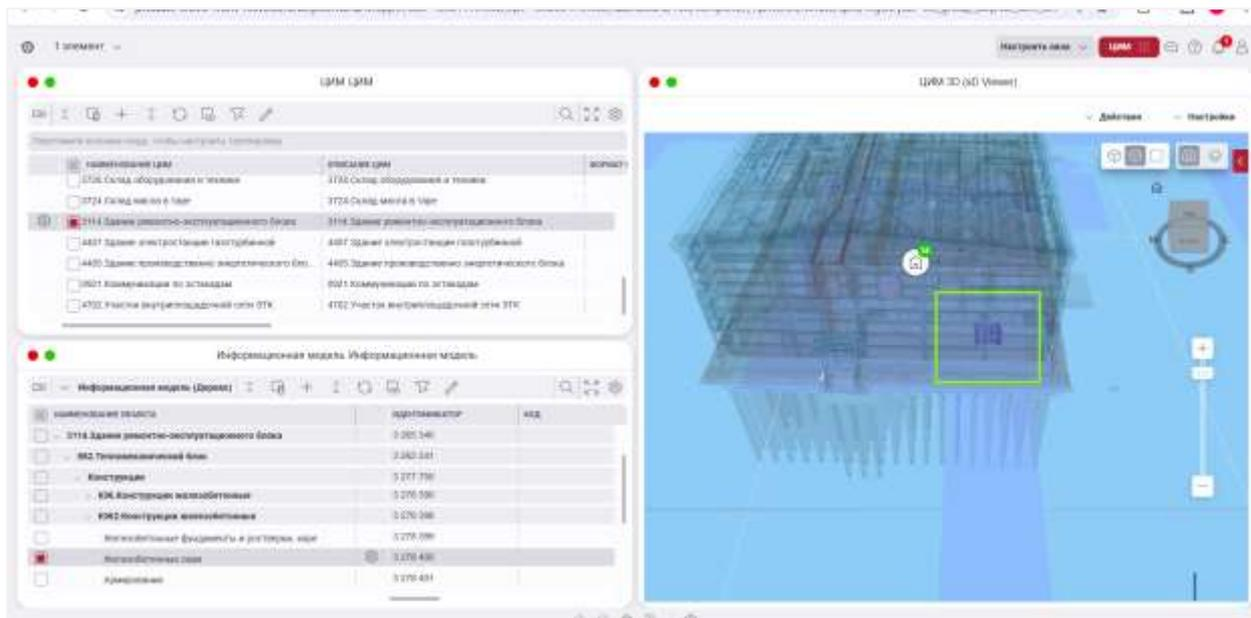

Рисунок 33. Выбранный объект
- 3) Выбранный объект подсветился в 3D модели (Рисунок 33).